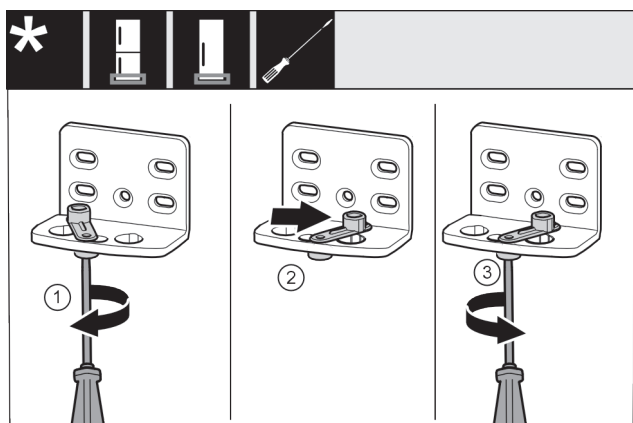

Fig. 15
- ▶ Отпустите винт Fig. 15 (1) отверткой.
- ▶ Приподнимите фиксатор двери Fig. 15 (2) и, повернув на 90° вправо, вставьте в отверстие.
- ▶ Затяните винт Fig. 15 (3) отверткой.